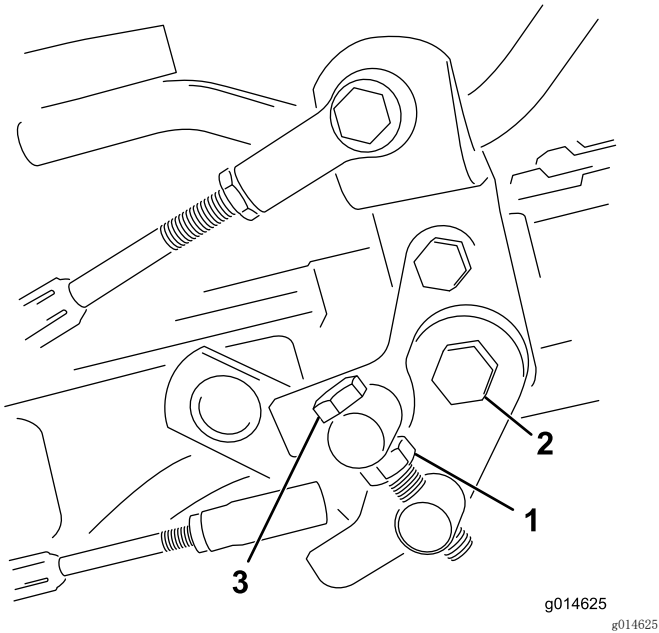

图34
1. 松开枢轴螺栓上的锁紧螺母（图34）。
4. 上紧枢轴螺栓上的锁紧螺母和踏板枢轴上的螺母，锁定调整（图34）。检查调整情况，并按需要调整。